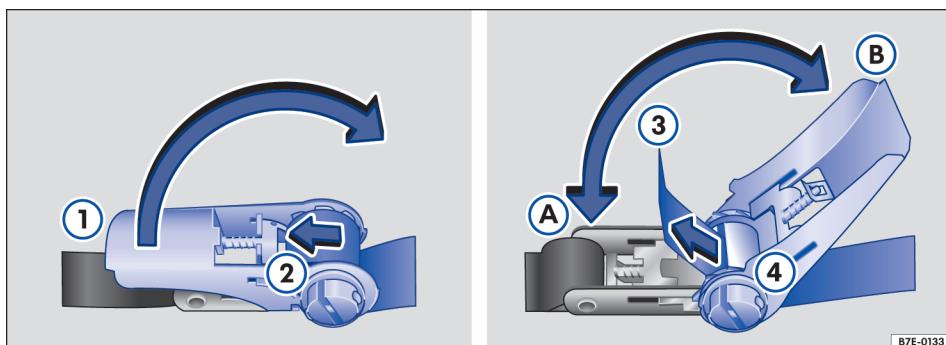

Fig. 135 Soltar e apertar a alavanca no cinto com catraca.
- Pressionar a válvula → Fig. 135 (2) na direção da seta para fora.
- Girar a alavanca (1) na posição (B).
- Passar o cadarço do cinto de segurança (3) por trás pelo eixo com fenda (4) e apertando o cinto.
- Oscilar a alavanca (1) entre as posições (A) e (B) até que o cadarço do cinto de segurança tenha se enrolado duas a três vezes ao redor do eixo com fenda → ▲.
- Pressionar a válvula (2) para fora e levar a alavanca (1) na posição (A). A catraca está fechada e travada.